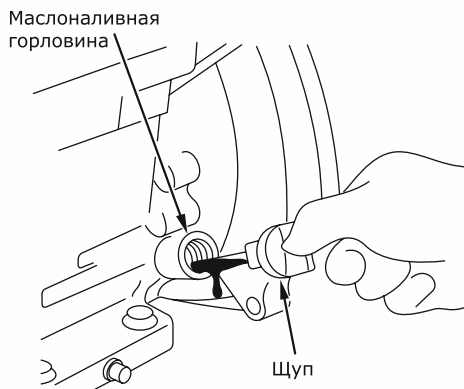

Рис. 3
- Каждый раз перед запуском двигателя и через каждые пять часов работы двигателя проверяйте уровень масла. Поддерживайте уровень масла между отметками **Min** и **Max** на масляном щупе или по краю масляной горловины (рис. 3).